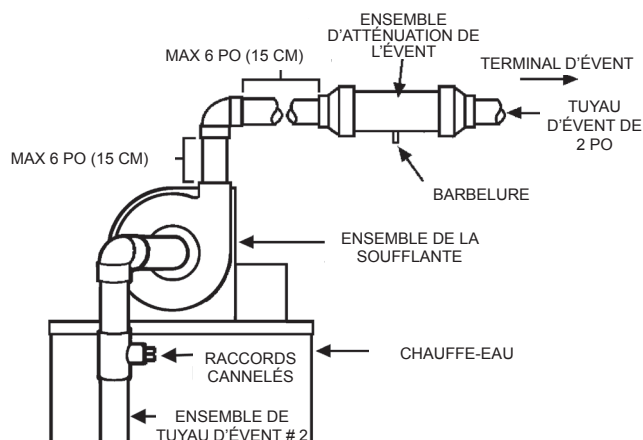

FIGURE 23 : Installation horizontale type
2. En suivant les instructions du fabricant concernant le tuyau de ventilation coller le tuyau en PVC de deux po provenant de la soufflante à l'EAE. S'assurer que le raccord de 1/2 po est sur le côté inférieur de l'EAE. Ceci sera utilisé pour acheminer le tuyau de condensat vers un drain convenable. Voir l'installation de ventilation type à la Figure 23.